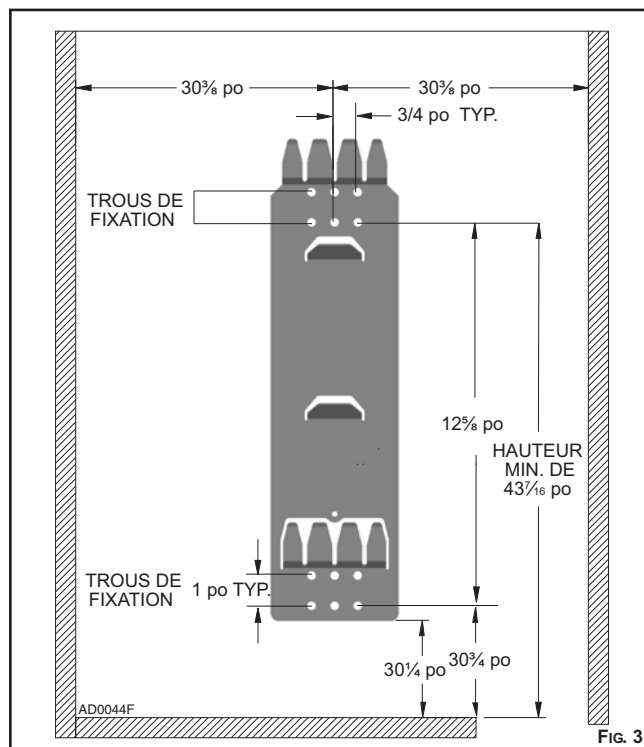

Fig. 3
3. Positionner et fixer le support mural à l'aide des vis fournies. Voir **Fig. 3** pour les dimensions relatives au montage.